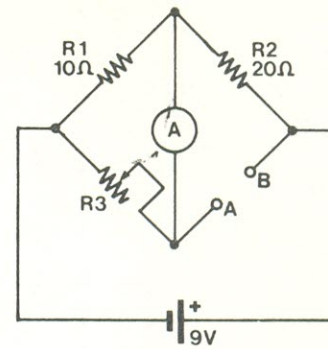

FIGURA 6
2) — Observe o circuito da figura 6, que faz parte de uma ponte de Wheatstone de laboratório. A e B são os bornes de prova, onde são inseridos os resistores desconhecidos e R3 é um potenciômetro de precisão, com escala graduada. R1 e R2 são os resistores de medida, também de precisão. Se a escala de R3 indicar 4,7 kΩ, após a ponte ter sido equilibrada, qual será o valor apresentado por R3?